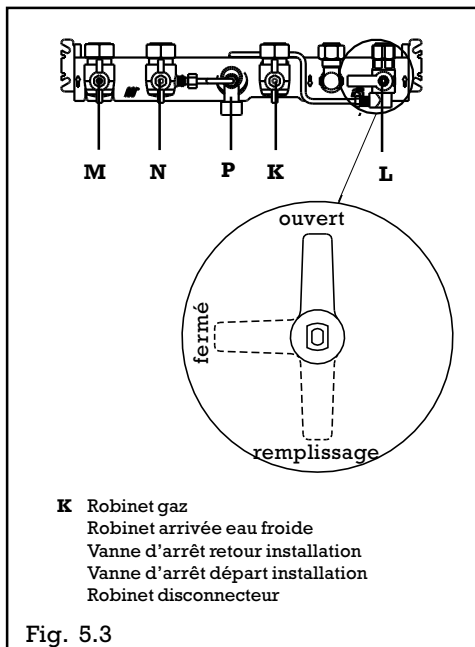
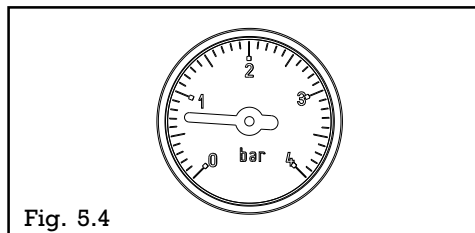

Fig. 5.3
Fig. 5.4
- laisser le robinet d'entrée d'eau froide de la chaudière L (fig.5.3) en position "ouvert" (manette vers le haut)
- placer le robinet d'arrivée d'eau froide L sur la position "remplissage" (fig. 5.3)
- fermer la vanne d'arrêt départ (N) (manette à l'horizontale) et laisser la vanne d'arrêt retour (M) ouverte (manette à la verticale)
- ouvrir le robinet du disconnecteur (P) en le tournant en sens inverse des aiguilles d'une montre jusqu'à ce que la pression indiquée par le manomètre atteigne 1 à 1,5 bar (fig.5.4)